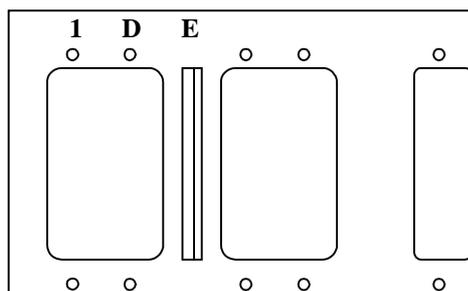

Fig. 2.1.2
- 6 Riempire il vano di lavaggio del depositore (2) con 1 mL di acqua bidistillata
- 7 Inserire l'apposita strip di carta bibula nel vano (3) ed in posizione E sul rack di trattamento (Fig. 2.1.2)
- 9 Posizionare l'applicatore sulla piastra porta supporti in posizione D (Fig. 2.1.2)
- 10 Posizionare il supporto da preparare sulla piastra porta supporti (1 di Fig. 2.1.2)